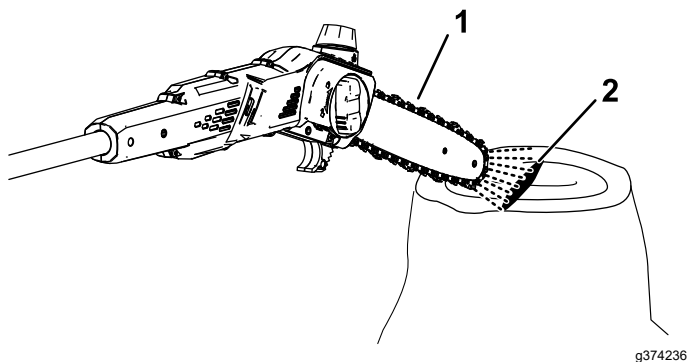

Figura 17
2. Para asegurarse de que el aceite fluye hasta la cadena, coloque la punta de la sierra de pértiga a unos centímetros de una superficie (por ejemplo, papel, cartón, un tocón) y arranque la sierra de pértiga; debe poder ver una pulverización ligera de aceite en la superficie (Figura 17).